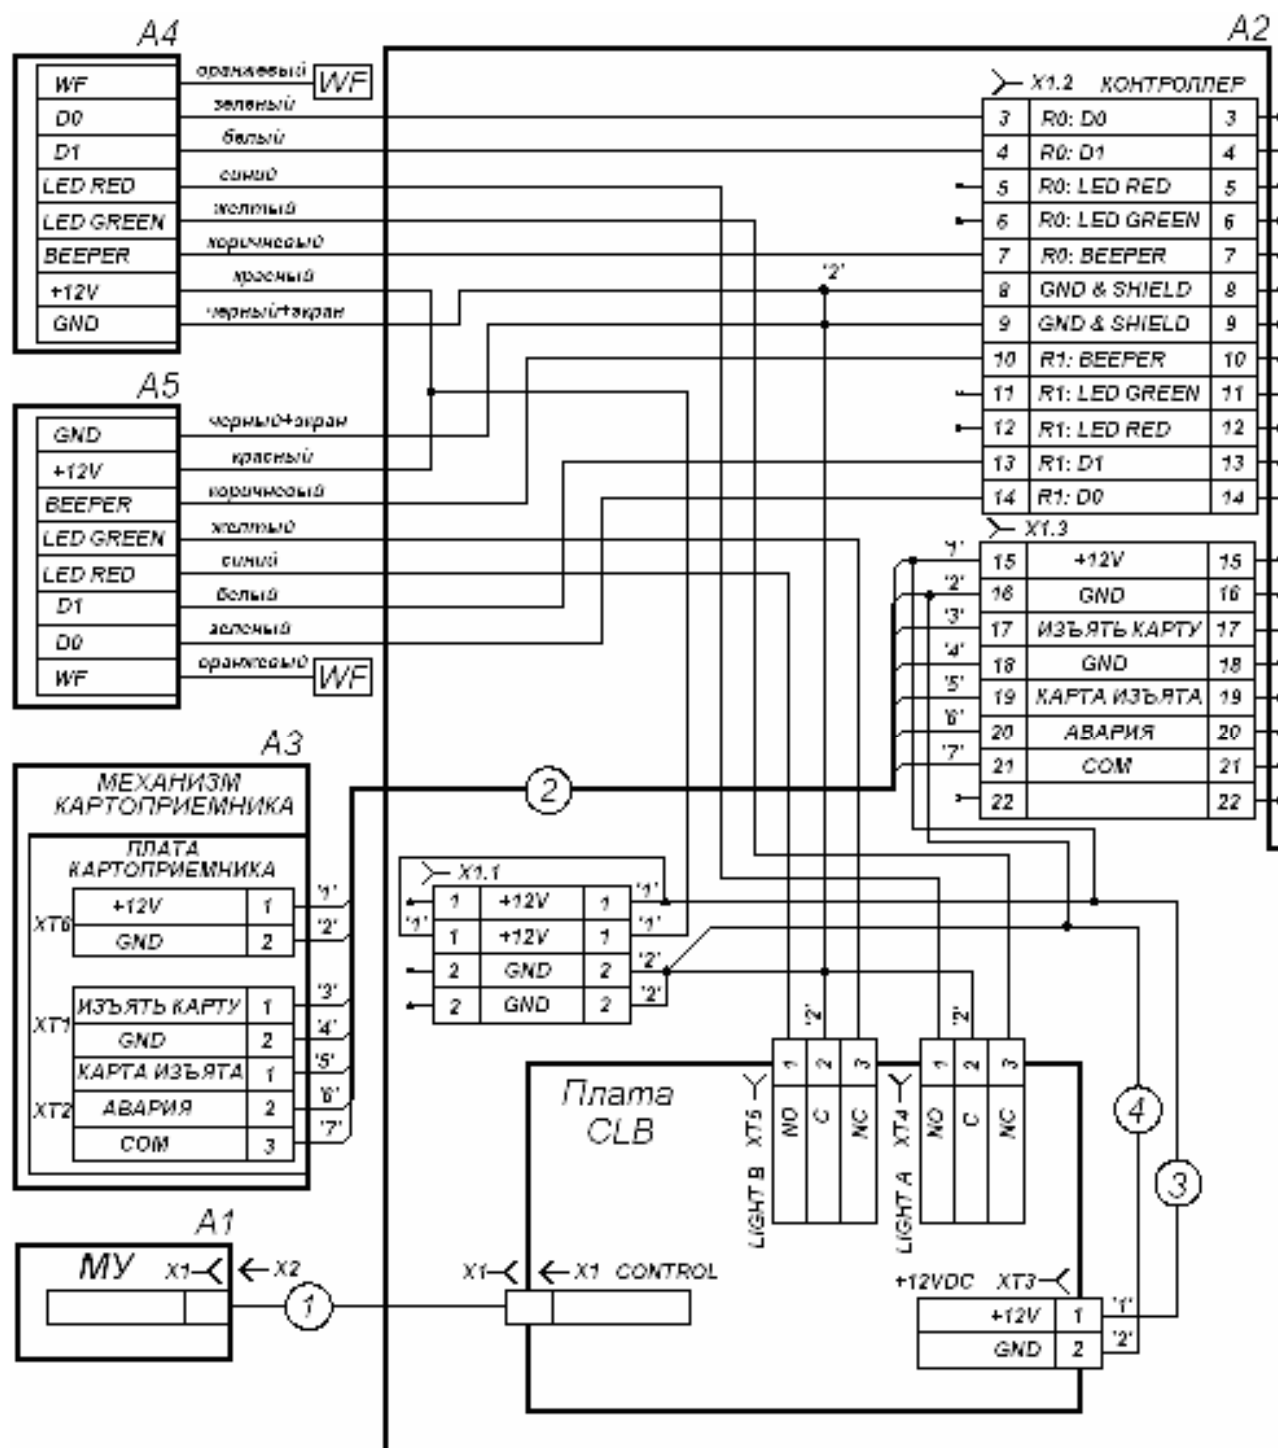

Рисунок 12 Схема внутренних соединений турникета¹
Турникет имеет маркировку в виде этикетки и наклейки. Этикетка расположена внутри на задней стенке стойки. На этикетку нанесены: товарный знак, контактные данные предприятия изготовителя, год, месяц изготовления, напряжение питания, потребляемая мощность. Наклейка находится на внутренней поверхности крышки (3). На наклейке изображена общая схема соединений турникета, аналогичная приведенной на рис. 12. Для доступа к этикетке и наклейке необходимо снять крышку (3).
- 10 Подсоедините кабель картоприемника к плате картоприемника согласно схеме (см. рис. 12) и рис. 9;
- 12 Установите в рабочее положение контейнер картоприемника (12) со стороны механизма картоприемника, а заглушку (14) – с противоположной стороны;
- 13 Установите крышку (3) в рабочее положение (см. разд. 6)